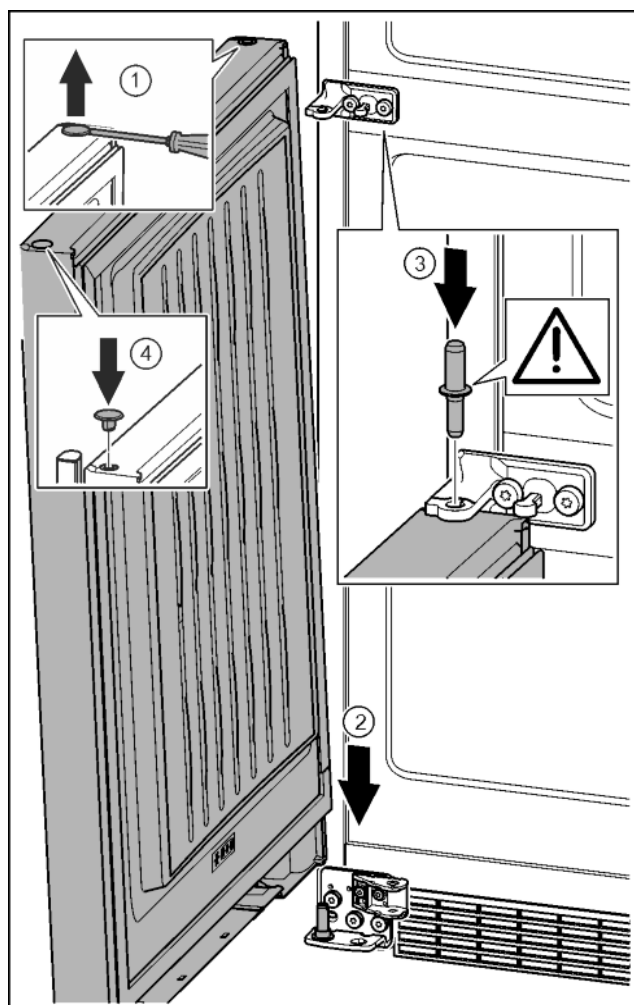

Fig. 35
- Zatyczkę ostrożnie podważyć przy pomocy śrubokręta i wyjąć. Fig. 35 (1)
- Założyć drzwi od góry na dolny sworzeń zawiasu. Fig. 35 (2)
- Przełożyć środkowy sworzeń zawiasu przez środkową płytkę zawiasu, wkładając go w dolne drzwi. Przy tym zwrócić uwagę, by krzywka zatrzaskowa wskazywała do tyłu. Fig. 35 (3)
- Zatyczkę założyć ponownie z drugiej strony drzwi. Fig. 35 (4)